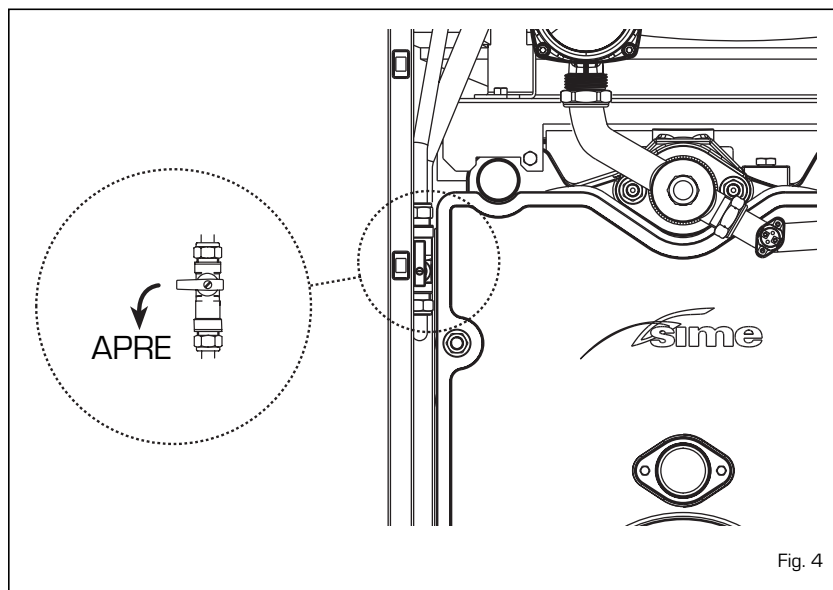

Fig. 4
2.2.1 Fase iniziale di riempimento dell'impianto (fig. 4)
disinserito l'interruttore generale. Il riempimento va eseguito lentamente, per dare modo alle bolle d'aria di uscire attraverso gli opportuni sfoghi. Per facilitare questa operazione posizionare orizzontalmente l'intaglio della vite di sblocco delle valvole di ritegno. Ultimata la fase di riempimento riportare la vite nella posizione iniziale. Al termine dell'operazione controllare che il rubinetto sia chiuso (fig. 4).